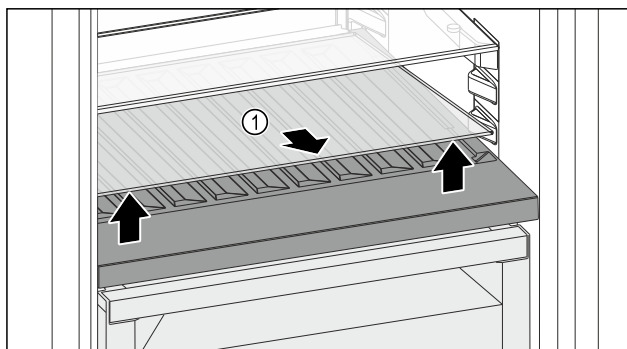

Fig. 180
- Løft glassplaten Fig. 180 (1) foran på fordypningen og ta den ut.
- Oppbevar glassplaten Fig. 180 (1) trygt utenfor apparatet.
- Glassplaten (2) legges inn under den variable flaskehylle.